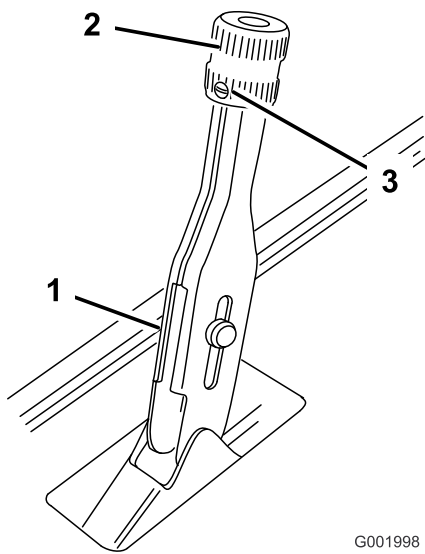

Figura 65
1. Desaperte o parafuso de afinação que fixa o manípulo à alavanca do travão de mão (Figura 65).